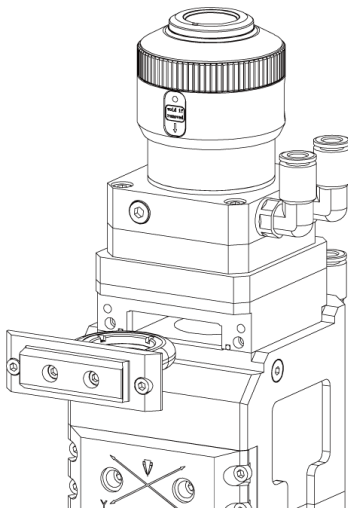

图 6.3 — 取出准直保护镜
- 用 3mm 的内六角扳手拧开准直保护镜组件的锁紧螺钉（如图 6.3 所示）；